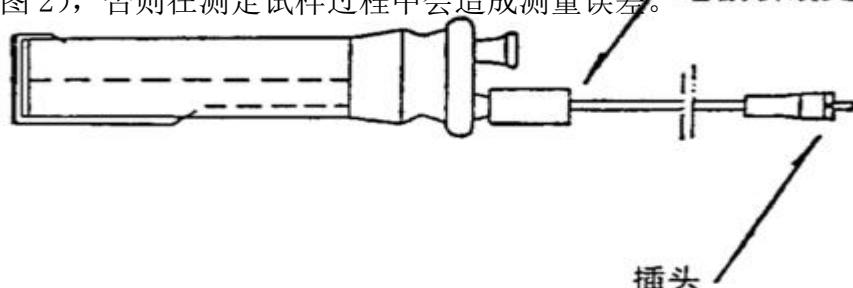

图 2
1、在使用前，把滴定池所有的玻璃口打开，滴定池、干燥管、密封塞可用水清洗。清洗后放在大约 80℃ 的烘箱内烘干，然后自然冷却。注意阴极室、测量电极不能用水清洗，可用丙酮、甲醇等有机溶剂进行清洗，清洗后用吹风机吹干。清洗时应注意，不要清洗到电极引线处（见图 2），否则在测定试样过程中会造成测量误差。